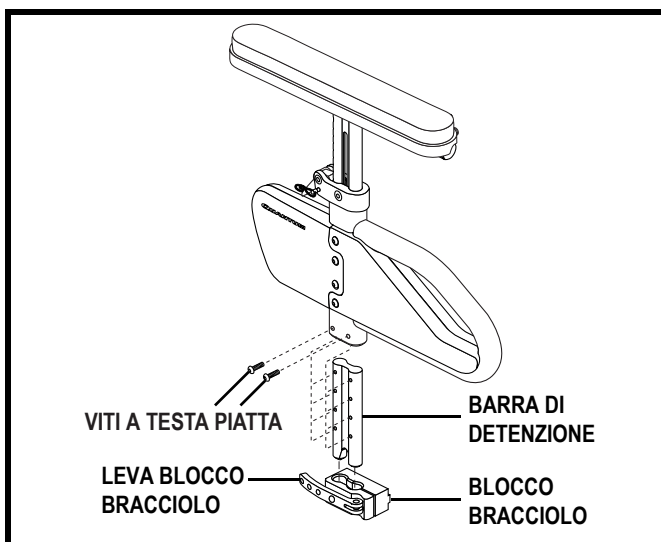

Figura 17. Regolazione dell'altezza della parte inferiore del bracciolo
1. Rimuovere le due viti a testa piatta dalla barra di regolazione. Vedere figura 17.